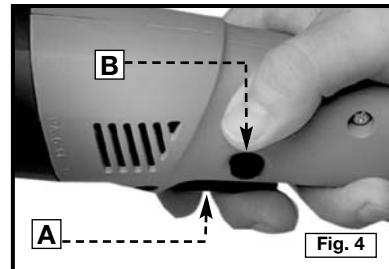

Fig. 4
2. Serrez du commutateur de déclenchement (A) Fig. 4 pour tourner l'**ON**. d'outil. Libérez le commutateur de déclenchement pour tourner l'**OFF**. d'outil.
3. Pour fermer l'outil à clef en position **d'ON**., serrez le commutateur de déclenchement, enfoncez du bouton de serrure (b) Fig. 4, puis libérez le commutateur de déclenchement. Pour enlever l'outil de la position verrouillée, serrez le commutateur de déclenche-ment et libérez.